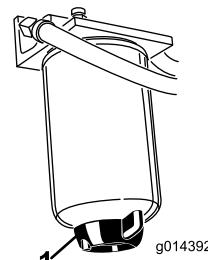

Figura 38
Drene el agua y otros contaminantes del separador de agua (Figura 38) a diario. Cambie el cartucho del filtro después de cada 400 horas de operación.
2. Afloje el tapón de vaciado en la parte inferior del cartucho del filtro (Figura 38).